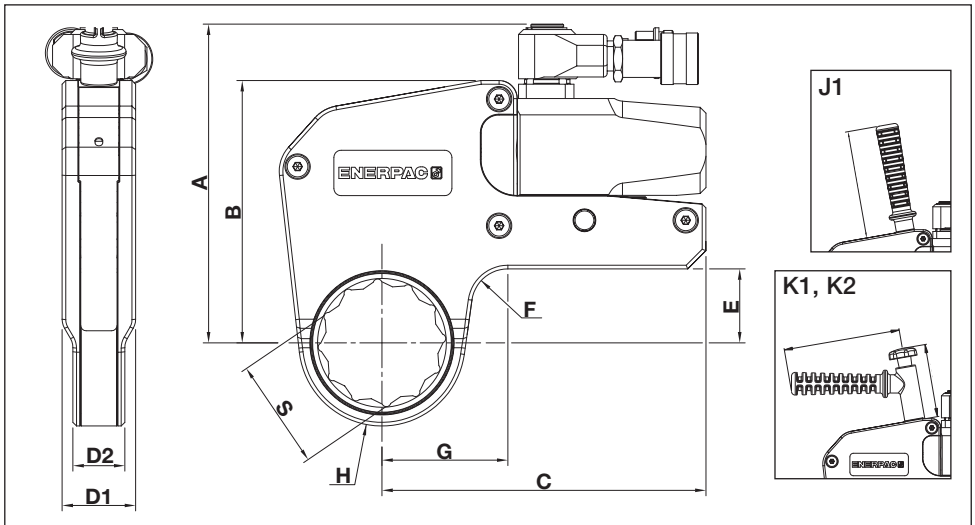

Abb. 22
6.1 Kapazitäten, Abmessungen und zusätzliche Produktdaten (Abb. 22)
6.2.1 Tabelle (Metrisches System) - UltraSlim-Kassetten der Serien W2000SL und W4000SL (für die Positionen der Abmessungen S, H und G siehe Abb. 22)
(für die Positionen der Abmessungen S, H und G siehe Abb. 22)